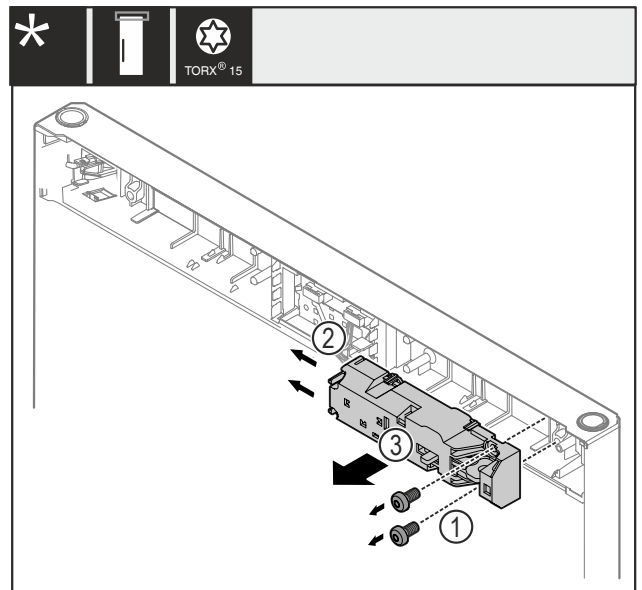

Fig. 24
- Schroeven Fig. 24 (1) verwijderen.
- Vergrendelingslipjes Fig. 24 (2) opzij duwen en de vergrendeling op afstand Fig. 24 (3) wegnemen.